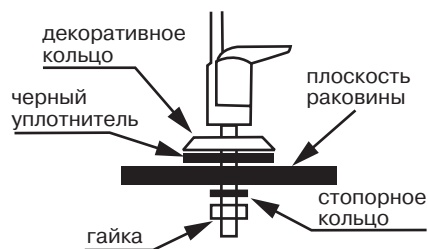
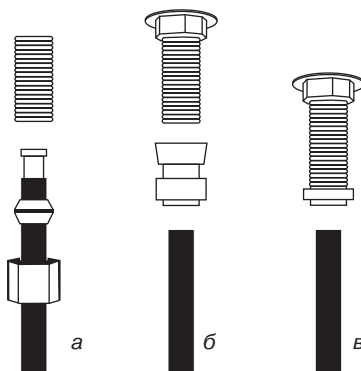

Рис. 8
Рис. 9
Монтаж крана чистой воды производите согласно **рис. 8**. Мы рекомендуем не затягивать гайку (см. **рис. 8**) до завершения монтажа и проверки работоспособности системы, чтобы была возможность убедиться в отсутствии подтекания воды в месте соединения корпуса крана и резьбовой трубки. В комплекте с краном чистой воды может поставляться набор деталей для осуществления соединения с трубкой, либо кран чистой воды может иметь в своем составе быстроразъемный коннектор. На **рис. 9а, б, в** приведены возможные способы подключения синей трубки к крану чистой воды.
11. После заполнения бака (вы услышите, что вода больше не течет в дренаж) откройте кран чистой воды (A) и дождитесь, пока вся вода не вытечет.
12. Закройте кран чистой воды (A). Дайте баку наполниться во второй раз. Этот процесс займет около 2 часов. Затем слейте воду из бака.
16. Убедитесь в отсутствии протечки внизу корпуса крана чистой воды, затяните гайку крана (**рис. 8**).